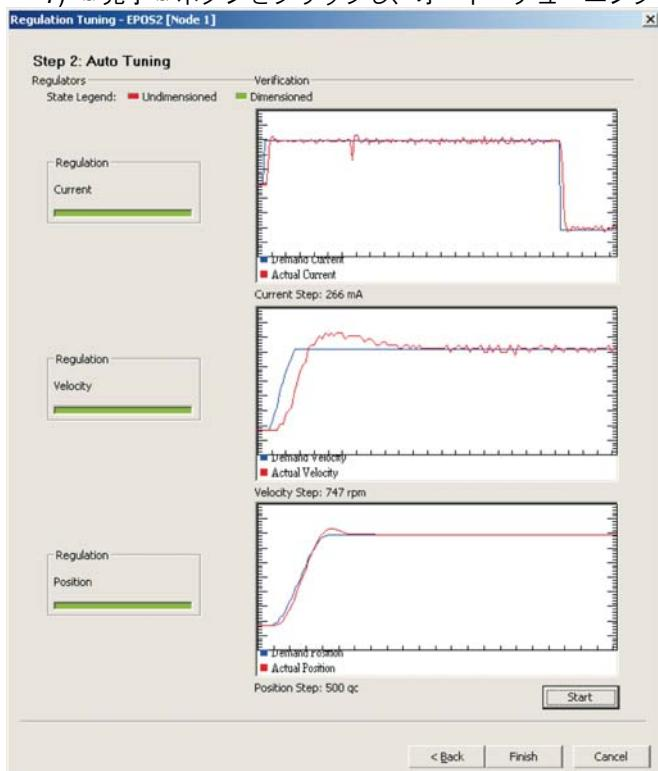

図 3-32 オート・チューニングの終了
- 電流 (current), 回転数 (velocity), 位置制御 (position) の各ゲイン調整が順番に実行されます。正しい制御ゲインが見つかると、3つ全てのステータス・バー緑色に変わりオート・チューニングは終了します。(→ 図 3-32)